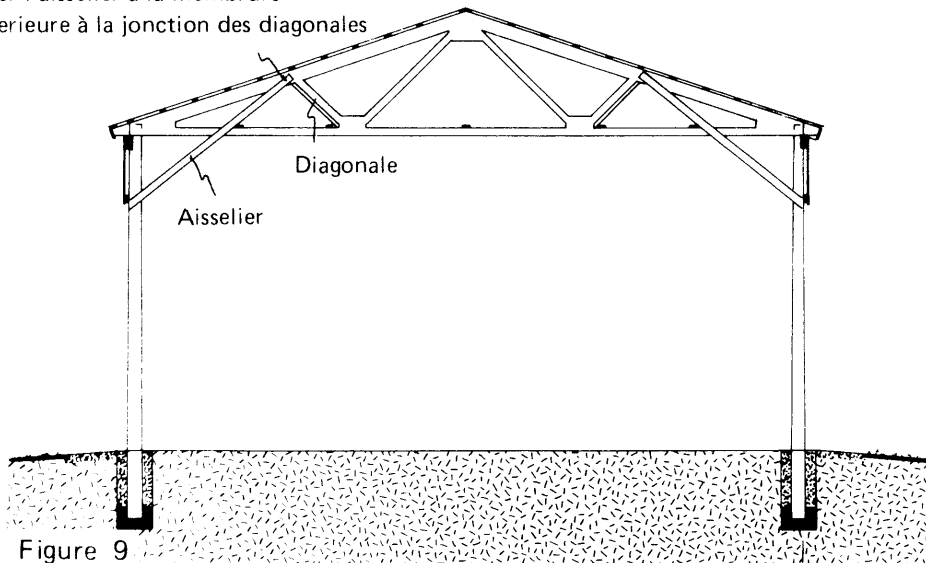

Figure 9
- Si le concepteur exige la pose d'aiseliers reliant le mur au toit pour le contreventement du bâtiment, fixer les à la membrure supérieure, à la jonction des diagonales (Figure 9). Cela élimine les efforts de flexion qui se développent dans les membrures supérieures lors que les aiseliers sont fixés entre les diagonales. Les aiseliers sont fixés aux membrures inférieures pour fournir un appui latéral. Il est à remarquer également que lorsque le vent agit sur le bâtiment les aiseliers tendent à soulever les fermes et à les éloigner du mur qui se trouve sous le vent. Les aiseliers exigent des jonctions fermes-murs dimensionnées avec soin.